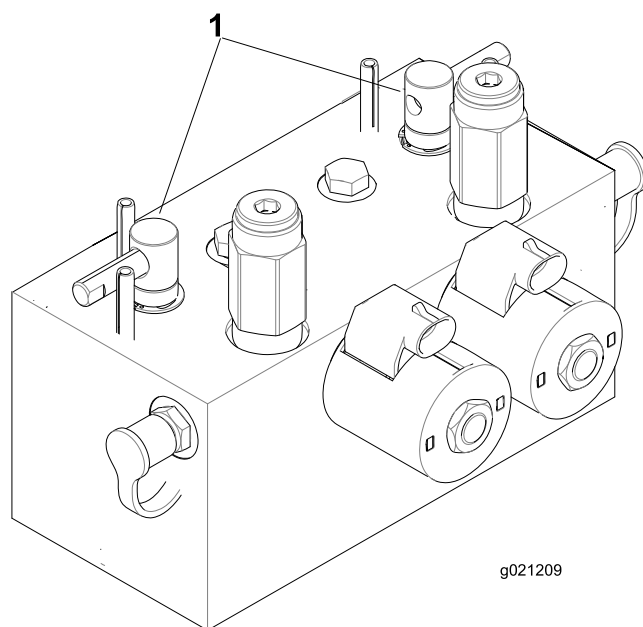

Figura 93
2. Desbloqueie e levante o banco para expor as alavancas de retificação (Figura 93).
5. Selecione as alavancas de retificação dianteiras, traseiras ou ambas para determinar quais as unidades a retificar (Figura 93).